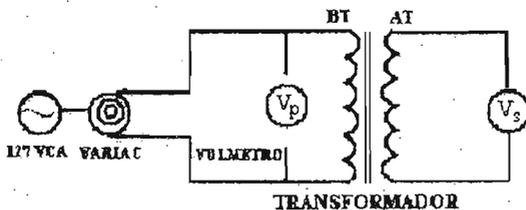

Figura 3.13
d) Arme el dispositivo de la figura. 3.13